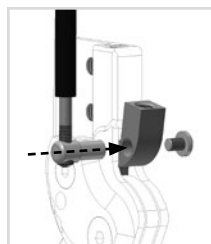

Fig. 5
- 1 Fixez le manchon taraudé (3) sur le câble de traction.
- 2 Coulez le câble de traction par le bas à travers le support de câble de traction (2). Le manchon taraudé (3) doit se trouver à fleur en bas et ne plus être visible.
- 3 Insérez le support de câble de traction (2) dans l'orifice du cliquet de verrouillage (Fig. 5).
- 4 Fixez le support de câble de traction (2) à l'aide de la vis à tête bombée (1). À cette occasion, bloquez la vis à tête bombée avec du LOCTITE® 243 à résistance moyenne.